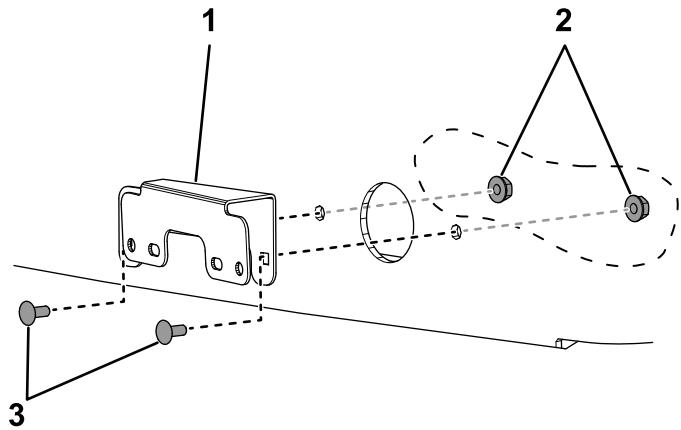

Figura 23
- Montate le 2 staffe delle luci di direzioni sul cofano utilizzando 4 bulloni a testa tonda (#10 x 1/2") e 4 dadi di bloccaggio (#10) (Figura 23).